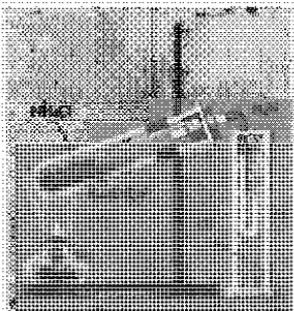

Рис. 105. Сжигание аммиака в кислороде.
**Горение аммиака в кислороде.** Соберите прибор для получения газов. Пробирку со смесью хлорида аммония и гидроксида кальция слегка нагрейте. Газоотводную трубку введите в стеклянный цилиндр с кислородом и при помощи лучинки подожгите газ (рис. 105).